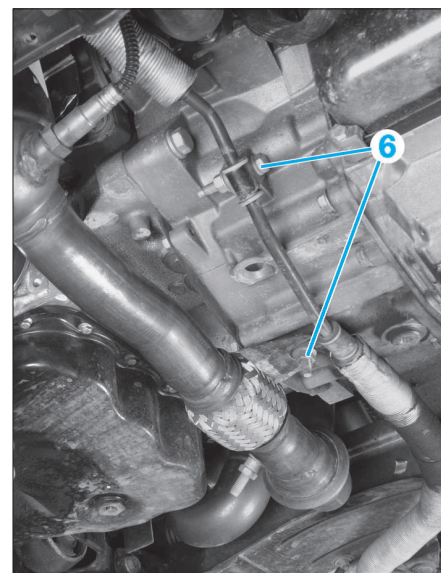

FIG. 89
- le cache latéral gauche (2).
- les 2 caches avant (3).
- le cache latéral droit (4).
- la baie de pare brise (5).
- Débrider le tuyau de direction assistée (6) (Fig.89).